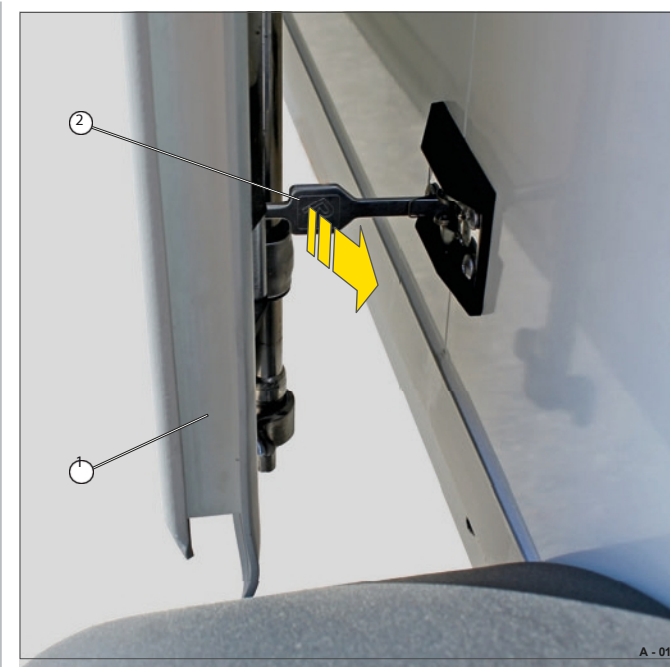

Fig. 11 Folha da porta aberta e fixada
- Pressionar a alavanca de bloqueio (Fig. 11/2) para fora.
- A folha da porta (Fig. 11/1) está desbloqueada e pode ser fechada.